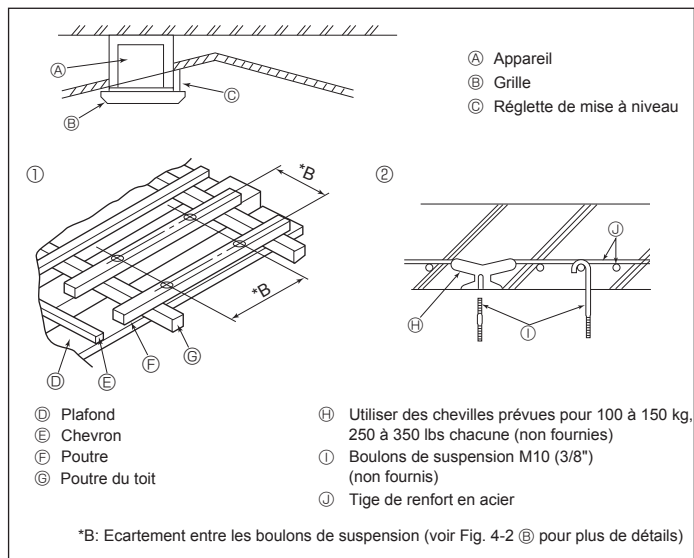

Fig. 4-4
4.4. Structure de suspension (Construire une structure renforcée à l'endroit de suspension de l'appareil) (Fig. 4-4)